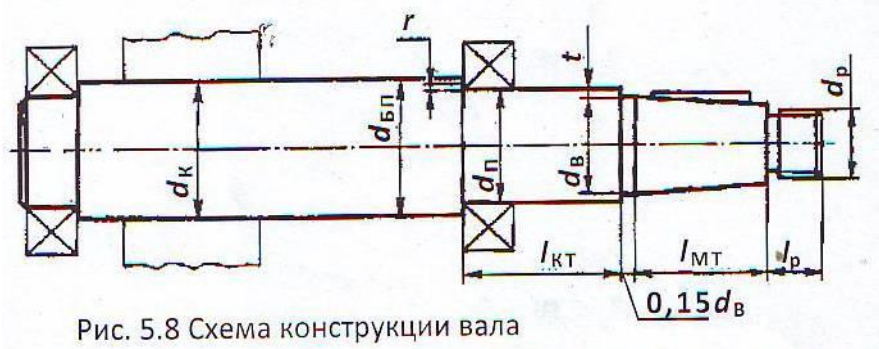
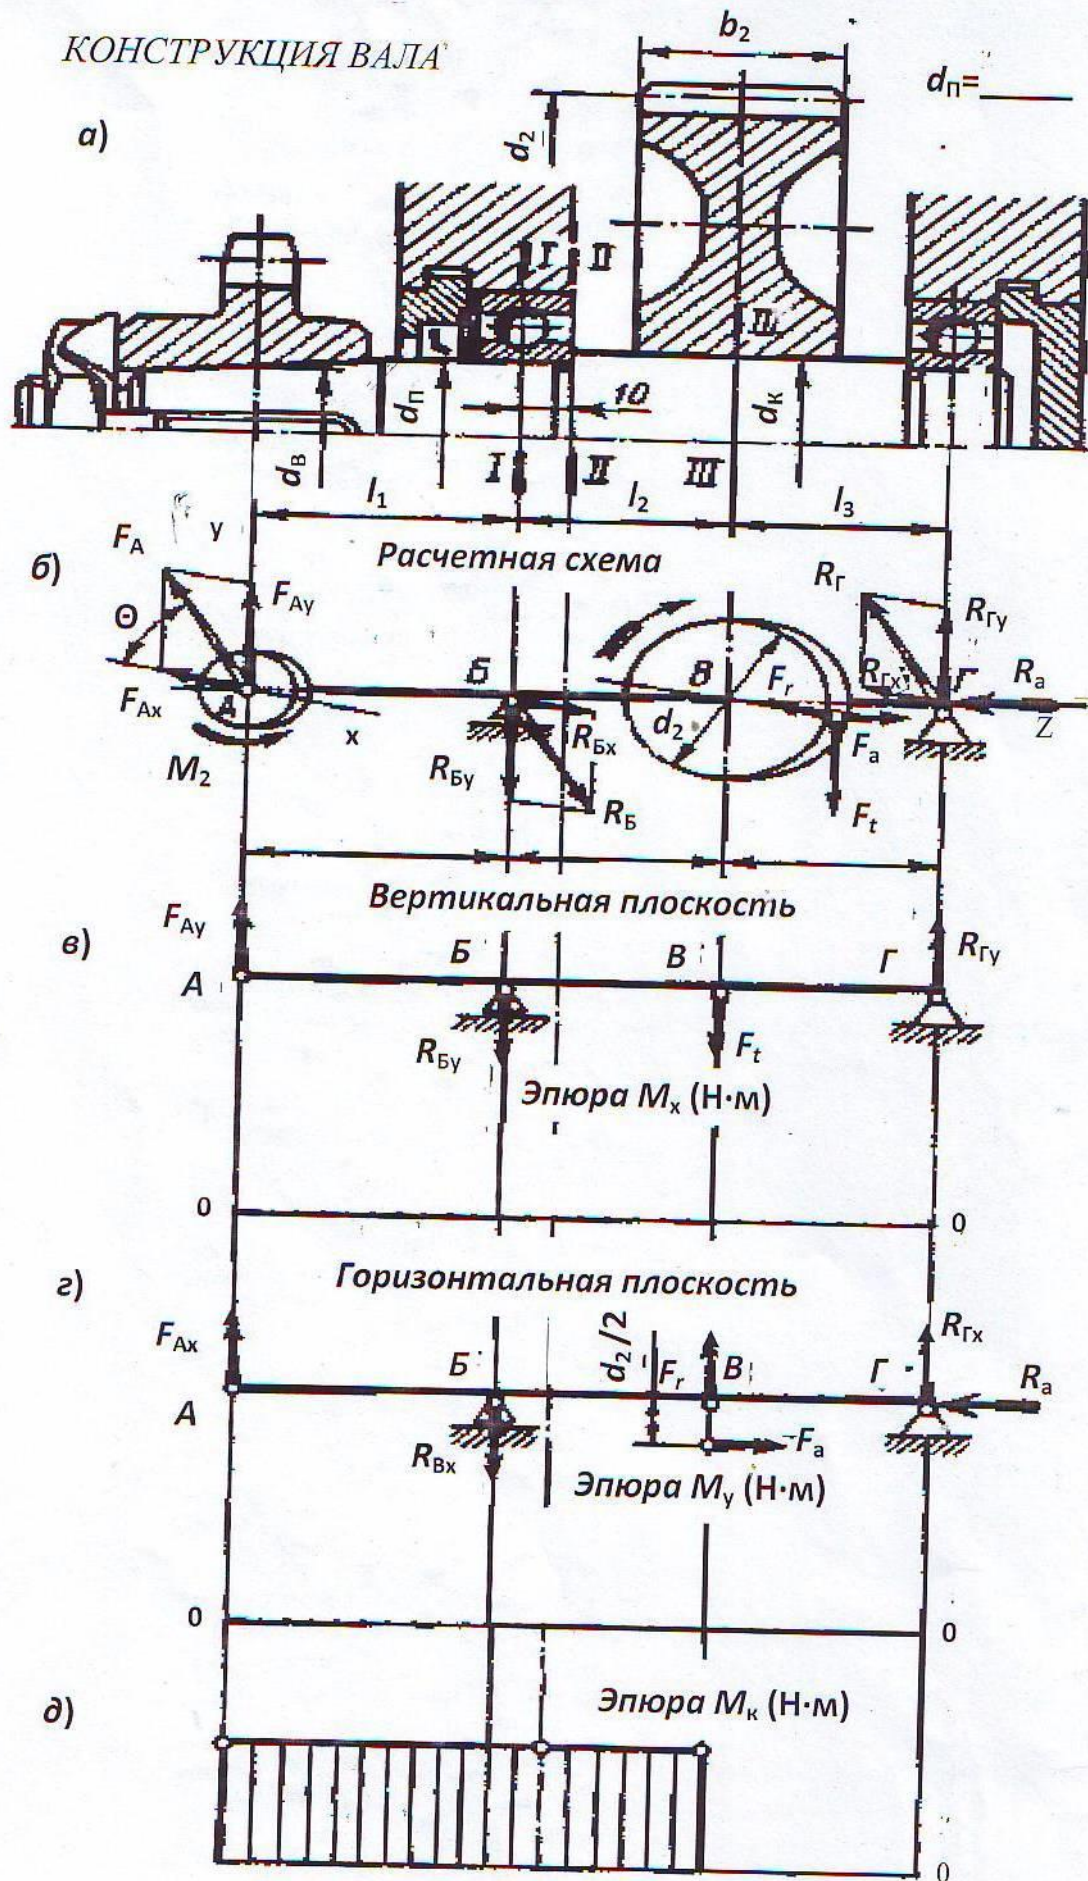

Рис. 5.8 Схема конструкции вала
Рис. 5.9 Схема к расчету вала
1.8 Эскизная разработка конструкции вала и оценка его размеров по чертежам рис.5.8, рис.5.9а конструктивно назначением: l_1, l_2, l_3 :
2. Проверочный расчет вала (см. рис. 5.9)
2.2 Силу F_a , с которой цепная передача действует на вал, раскладываем на составляющие в вертикальной и горизонтальной плоскостях (рис.5.9б)
2.3 Определяем изгибающие моменты в опасных сечениях¹ вала и строим эпюру в вертикальной плоскости (см. рис.5.9в). Определяем реакции опор, Н:
2.4 Определяем изгибающие моменты в опасных сечениях вала и строим эпюру в горизонтальной плоскости (см.рис.5.9г.):
2.6 Определяем крутящие моменты, Н·м, в опасных сечениях (см. рис.5.9,д)